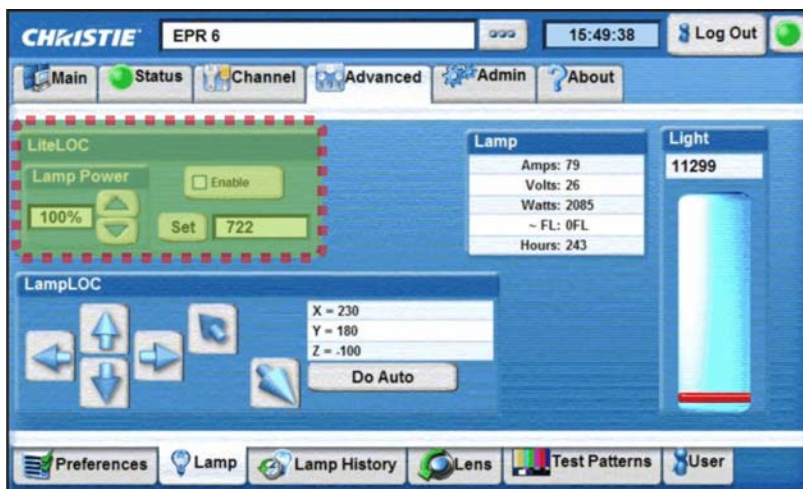

Рисунок 2-20 Включение LITELOC™
1. В меню **Advanced:Lamp (Дополнительно:Лампа)** отрегулируйте **Lamp Power (Мощность лампы) (Рисунок 2-20)** до тех пор, пока не будет достигнута желаемая яркость на экране (обычно 14 ФЛ). Любые настройки LiteLOC™ автоматически отключаются.